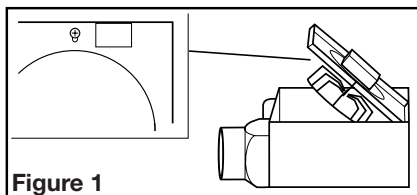

Figure 1
- Retirer l'ensemble venturi du ventilateur, lequel est fixé en place par une vis au travers du venturi (Figure 1). C'est une vis imperdable et elle demeurera installée dans le venturi. Garder l'ensemble venturi et la grille dans la boîte jusqu'à ce que vous en ayez besoin pour qu'ils ne soient pas endommagés ou perdus.